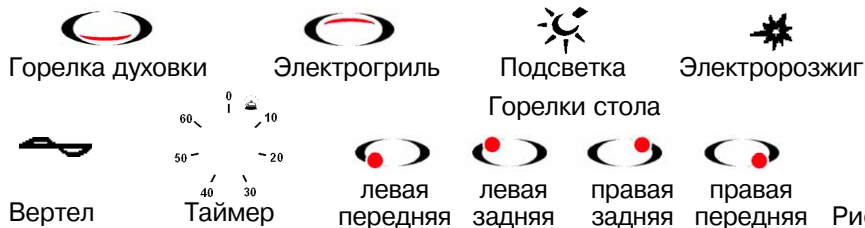

Рис. 7
7.1.1 Расположение горелок стола и условное обозначение показаны на рис. 7.
Включение и выключение освещения духовки осуществляется кнопкой (рис.7), расположенной на панели управления.